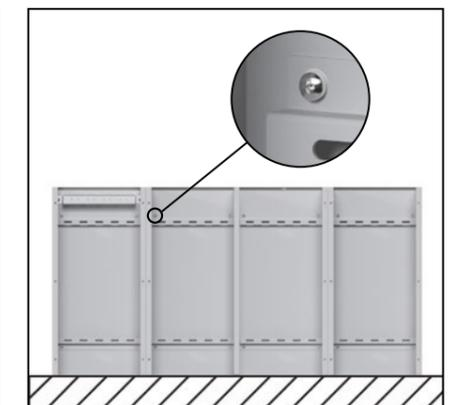

Рис. 56
2.3 Установить на полу нижний модуль СБ (2) в месте вертикальной прокладки кабельной линии, прислонить его к стене и прикрепить при помощи дюбелей (Рис. 56).
3.3 Прикрепить центральный модуль СБ (3) к стене при помощи дюбелей аналогично п. 2.3 на стр. 41 (Рис. 56).
4.2 . Прикрепить верхний модуль СБ (1) к стене при помощи дюбелей как описано в п. 2.3 на стр. 41 (Рис. 56).